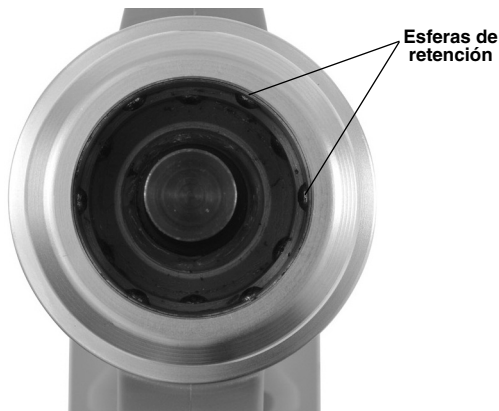

Figura 7 – Interior del acoplamiento QCS
- Tiene todas las esferas de retención en todas las aperturas y no hay ningún daño. La Figura 7 muestra el interior de un acoplamiento QCS completo y limpio.
Apunte la apertura del acoplamiento QCS hacia el suelo y suavemente sacuda el aparato para dejar caer los residuos. Haga una inspección visual de la apertura del acoplamiento QCS para verificar que no quedan residuos. Puede usar hisopos de algodón para quitar los residuos. No permita que se acumulen residuos en las ranuras de retención de las esferas (Figura 7). El acoplamiento QCS está lubricado de por vida en la fábrica. No le coloque lubricante al acoplamiento QCS.